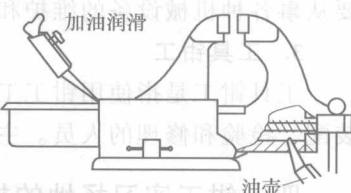

图1-9 加润滑油
- 4) 螺母、丝杠及滑动导轨表面应经常加润滑油，保证台虎钳使用灵活，如图1-9所示。